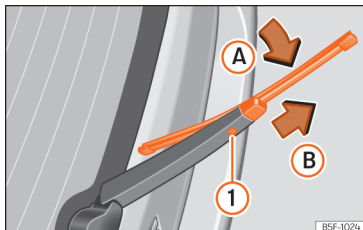

Abb. 191 Scheibenwischerblatt der Heckscheibe auswechseln.
- Das Wischerblatt leicht drehen »» (Abb. 191) (Pfeil A).
- Die Entriegelungstaste ① gedrückt halten und gleichzeitig das Scheibenwischerblatt in Pfeilrichtung B abziehen.
- Neues Heckscheibenwischerblatt **gleicher Länge und Ausführung** entgegen der Pfeilrichtung B auf den Scheibenwischerarm schieben, bis der Mechanismus ① einrastet.